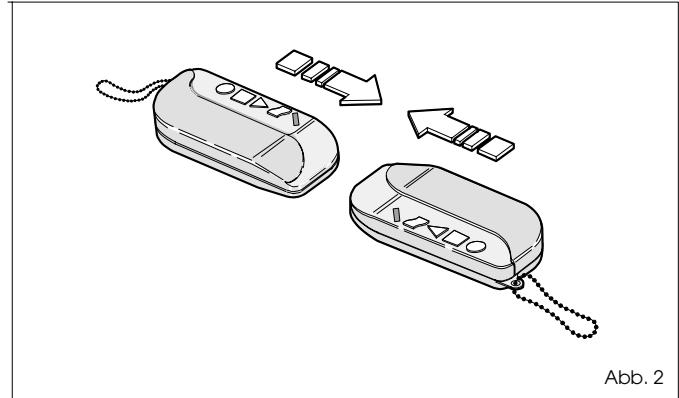

Abb. 2
- 1) Die beiden Sender gem. Abb. 2 aneinander legen.